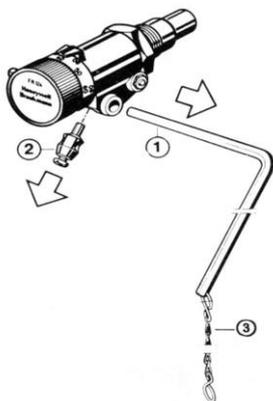
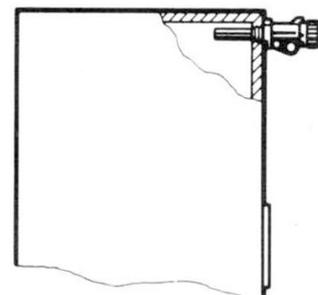

Рис.4
Рис.6
Установка: Рис. 4 снимите рычаг ① и соединитель ②. Рис 5 Вертикальная установка. Рис. 6 горизонтальная установка. Вкрутите регулятор в котел в вертикальном либо горизонтальном положении. Установите рычаг ① в обратной последовательности (см. рис.4), закрепите винтом соединитель ② и отрегулируйте цепь ③ .
- в случае горизонтальной установки (рис.6) используйте черные цифры.